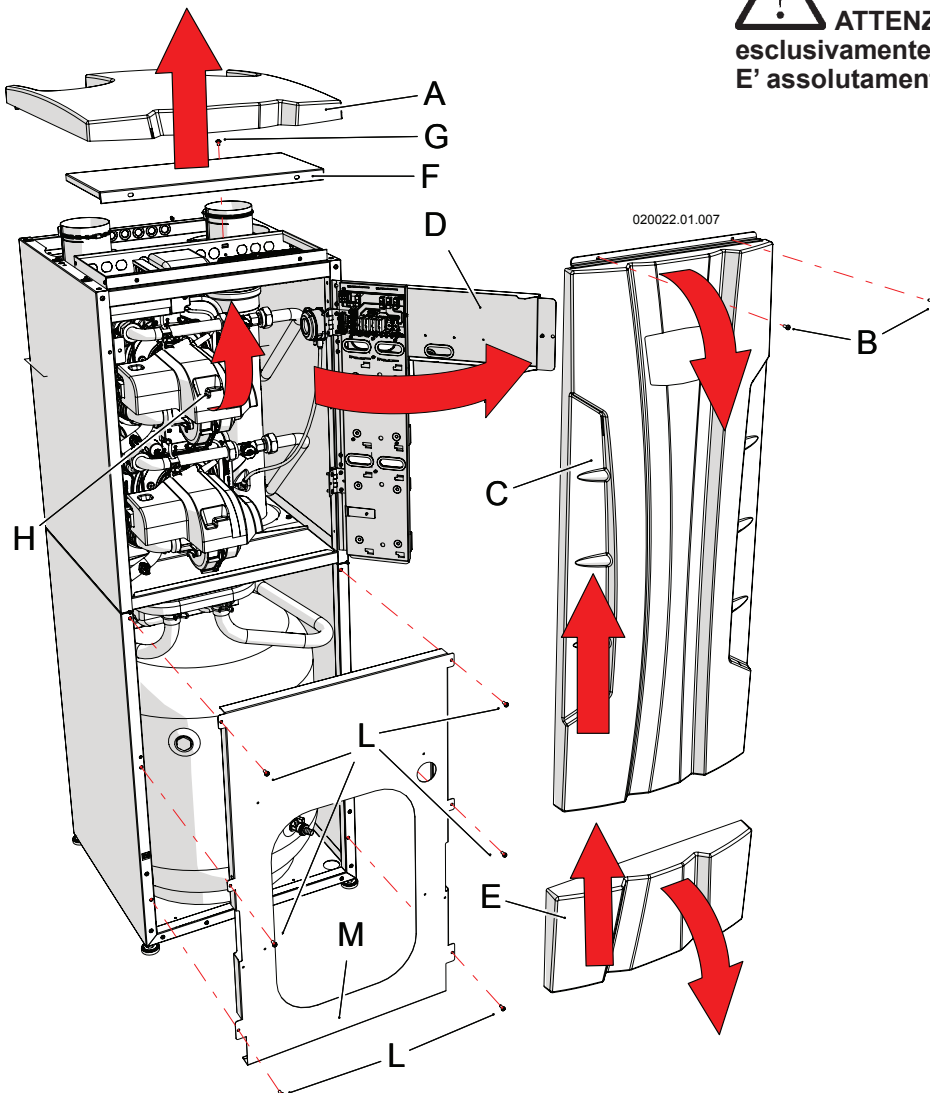

Figura 15-1 - Smontaggio mantellatura e apertura quadro comandi
Per lo smontaggio del mantello procedere come di seguito (fare riferimento alla figura 15-1):
1. Seguire quanto riportato al capitolo 15.2 per rimuovere la copertura "E" di figura 15-1;